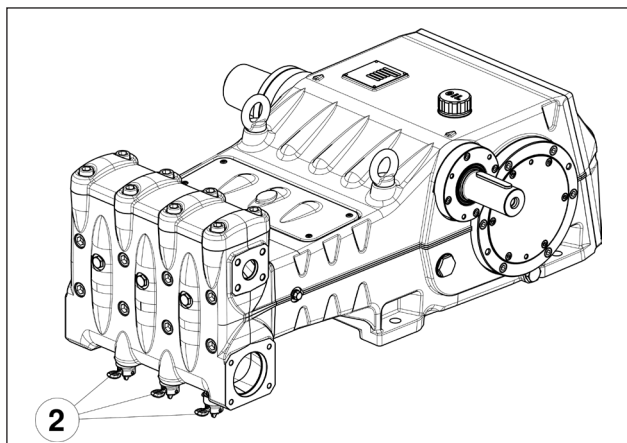
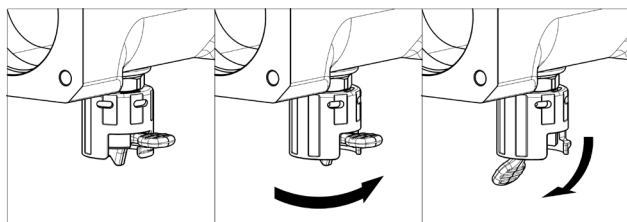

Fig. 9
Fig. 10
En caso de almacenamiento prolongado o inactividad durante un largo periodo, controlar el buen funcionamiento de las válvulas de aspiración abriendo los tres dispositivos alza válvulas (ver pos. ② Fig. 9). Comprobar que las válvulas estén cerradas antes de poner en marcha la bomba. Ver las posiciones de “trabajo” y de “reposo” en la Fig. 10.